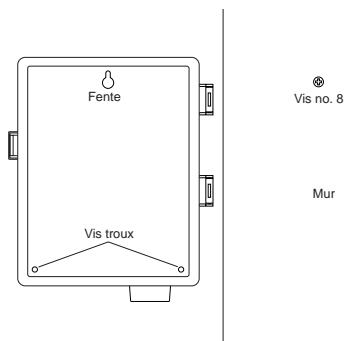

FIGURE 16: Montage du programmateur
- Posez une vis no 8 dans chacun des trous de la section inférieure du programmateur [voir la figure 16].